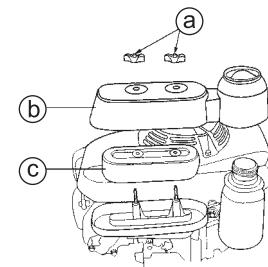

Fig. 34
9.5 Purificateur d'air (Voir Fig. 34)